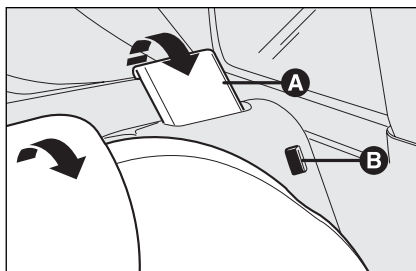

fig. 112
Levante los respaldos empujándolos hacia atrás hasta oír el “clic” de bloqueo de ambos mecanismos de enganche, comprobando visualmente que ya no se vea la “banda roja” **B**-fig. 112 ubicada al lado de las palancas **A**.
*Asegúrese de que el respaldo esté correctamente enganchado en ambos lados (no se ven las “bandas rojas” **B**-fig. 112) para evitar que, en caso de un frenazo, el respaldo pueda proyectarse hacia adelante causando lesiones a los pasajeros.*